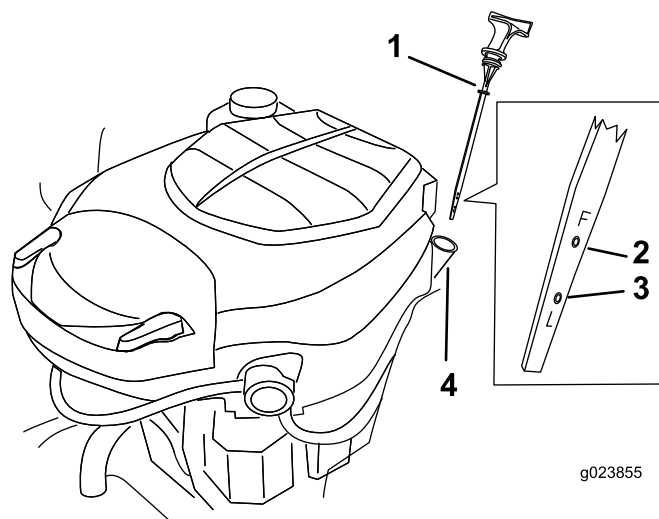

Figure 29
4. Retirez la jauge et essuyez-la sur un chiffon (Figure 29). Remettez la jauge dans le tube.
5. Sortez de nouveau la jauge et vérifiez le niveau d'huile. (Figure 29).
7. Enlevez le bouchon de remplissage/la jauge (Figure 29).
13. Versez avec précaution environ 80 % de la quantité d'huile spécifiée dans le goulot de remplissage (Figure 29).
14. Remettez le bouchon de remplissage/la jauge en place (Figure 29).
15. Vérifiez le niveau d'huile (Figure 29); voir Contrôle du niveau d'huile.
17. Remettez le bouchon de remplissage/la jauge en place (Figure 29).